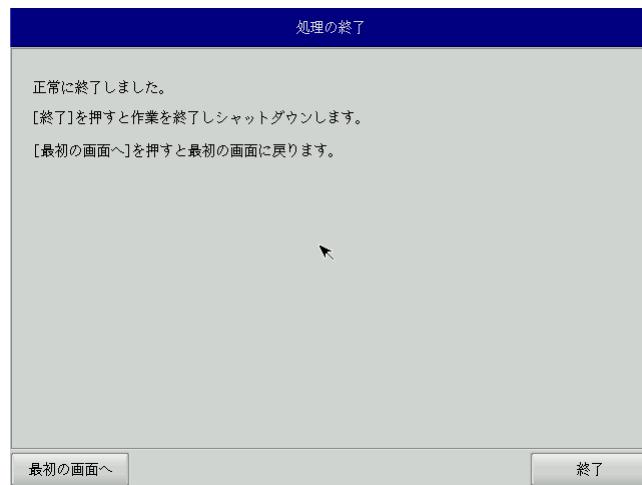

図 6-2-5. 終了画面
⑨ 終了画面（図 6-2-5）が表示されると工場出荷イメージの書き込みは完了です。[終了]ボタンを押して電源を落とし、DVD ドライブを外します。